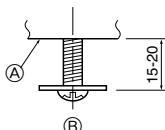
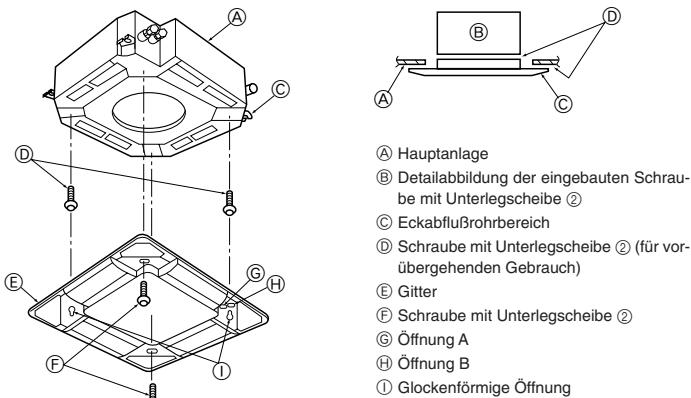

Fig. 5-5
Fig. 5-6
5.4.1. Vorbereitungen (Fig. 5-5)
- Wie in der Abbildung dargestellt, die beiden mitgelieferten Schrauben mit Unterlegscheiben ② in der Hauptanlage (im Bereich des Eckabflußrohrs und auf der gegenüberliegenden Ecke) installieren.
5.4.2. Vorläufige Installation des Gitters (Fig. 5-6)